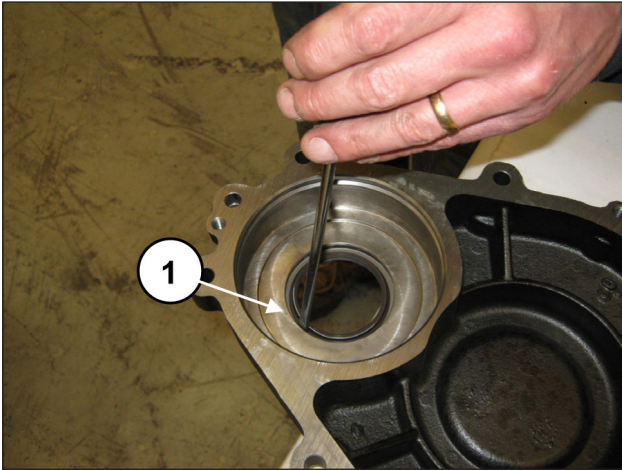

Abb. 11
Ziehen Sie den Ölabstreifring von der Innenseite des Deckels aus dem Getriebedeckel heraus (Pos. ①, Abb. 11).